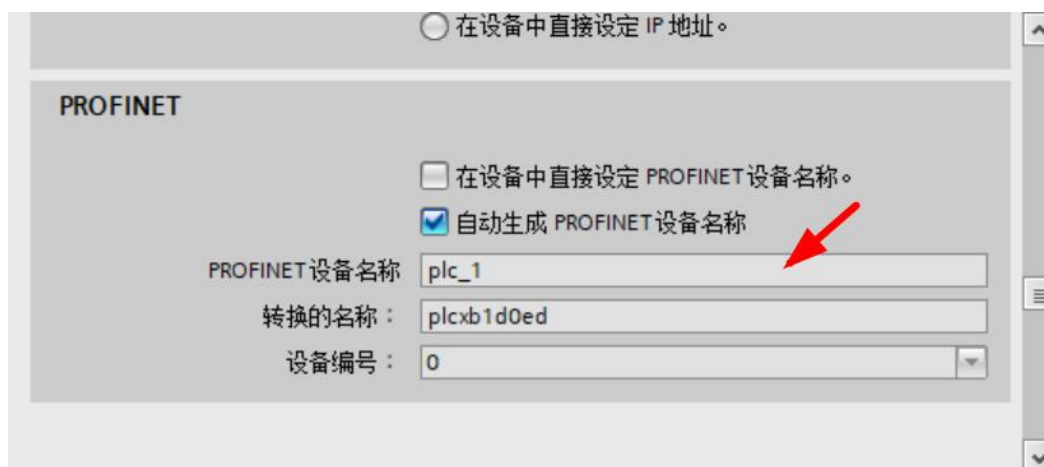

图 14 主站名称设置
(3) 如图 14 所示：设置主站设备名称，若勾选了“自动生成 PROFINET 设备名称”，则系统会自动生成一个设备名称，不勾选，可以自己输入一个设备名称。